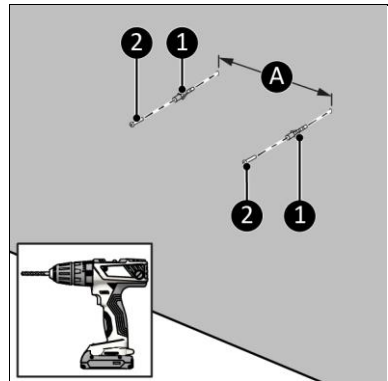

Abbildung 9
5. Bohren Sie zwei 8 mm Löcher im horizontalen Abstand von 240 cm an der gewünschten Stelle (Abbildung 9, Pos. A).
6. Führen Sie die Dübel in die Löcher ein (Abbildung 9, Pos. 1).
7. Schrauben Sie die Schrauben (Abbildung 9, Pos. 2) mit einem Philips Kreuzschlitzschraubendreher fest in die Dübel ein.